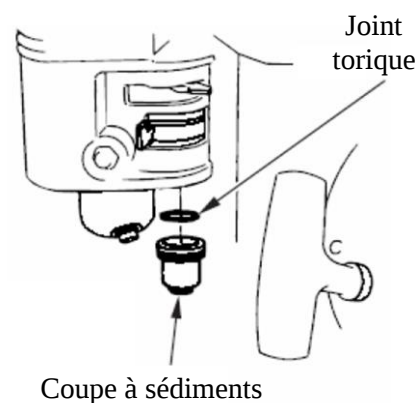

Fig. 13
- Retirez le bac à sédiments et le joint torique en dévissant le boulon situé sous le bac à l'aide d'une clé adaptée. Voir la figure 13.